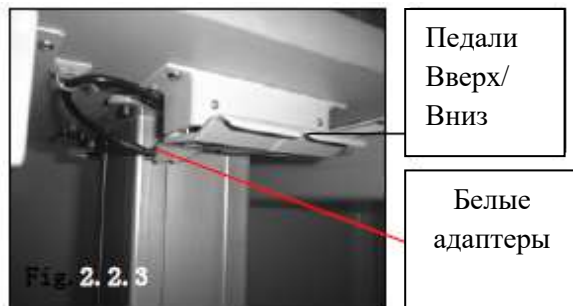

Рис. 2.2.3
7. Подключите два белых адаптера на плате стола. Включите питание и проверьте работу педалей Вверх/Вниз (подается ли питание на стол) (Рис. 2.2.3).